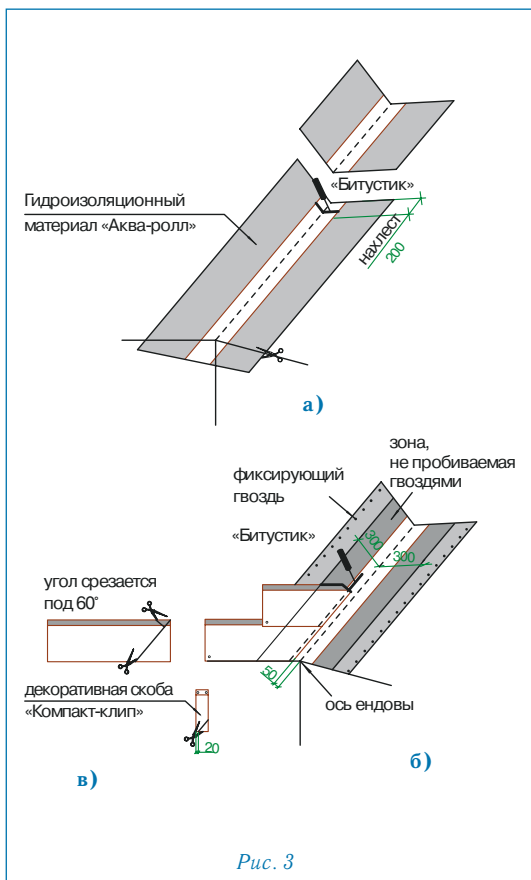

Рис. 3
Ендова (рис. 3)
- ровно по центру ендовы расстилается специальный рулонный материал «Аква-ролл», фиксируется в верхней части двумя гвоздями и обрезается в нижней части по линии карниза (рис. 3а);
Внимание: 1. «Аква-ролл» должен доходить до линии конька и заводится за нее. **2.** «Аква-ролл» укладывается с нахлестом 20 см, место нахлеста тщательно обрабатывается битумной мастикой «Битустик» (рис. 3а).
- непосредственно перед укладкой в ендову черепицы, защитная пленка с лицевой стороны «Аква-ролла» снимается и на самоклеющуюся поверхность укладываются листы черепицы, обрезанные в соответствии с заранее отбитыми линиями (рис. 3б);
Внимание: 1. Необходимо также подрезать верхний уголок обрезанного края листа (см. рис. 3в) для правильного стока воды.
2. Крепление обрезанного листа к медной части «Аква-ролла» осуществляется при помощи сплошной полосы битумной мастики «Битустик» (рис. 3б).